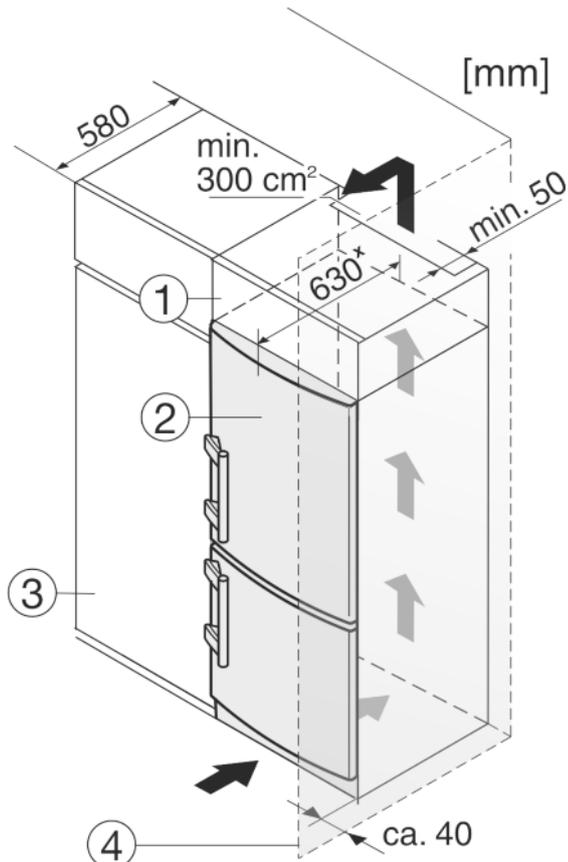

Fig. 9
- (1) Mobile da appoggio (2) Apparecchio (3) Mobile da cucina (4) Parete
L'apparecchio può essere incassato nell'arredamento per la cucina. Per adattare l'apparecchio Fig. 9 (2) all'altezza della cucina componibile, è possibile applicare sopra l'apparecchio un adeguato mobile da appoggio Fig. 9 (1).
Si la cucina posee armarios (profundidad máx. 580 mm), el aparato se puede colocar directamente junto al armario de cocina Fig. 9 (3). El aparato sobresale 34 mm* por los lados y 50 mm* en el centro del aparato respecto al frente del armario de cocina.
Se l'apparecchio con cerniere viene installato accanto ad una parete Fig. 9 (4), la distanza minima fra l'apparecchio e la parete deve essere almeno di 40 mm, che corrisponde alla sporgenza della maniglia con la porta aperta.